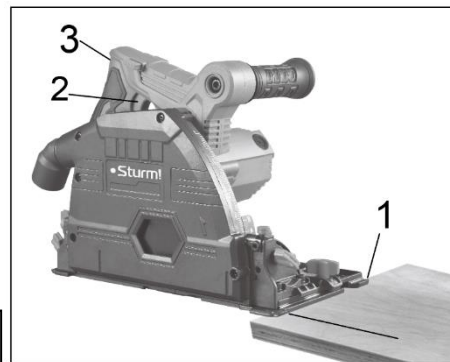

Рис.5
2. Установите пилу на заготовке (1) так, чтобы опорная пластина располагалась ровно на заготовке (рис. 5).
4. Нажмите на фиксатор погружения (3) и нажмите пусковую кнопку (2), чтобы запустить пилу, и медленно опустите лезвие на заготовку, чтобы лезвие врезалось в заготовку (рис. 5). Позвольте лезвию прорезать дерево. Продолжайте опускать лезвие в заготовку, пока не будет достигнута полная глубина резания. Продолжайте пиления до линии резки и завершите резку, по достижении результата.